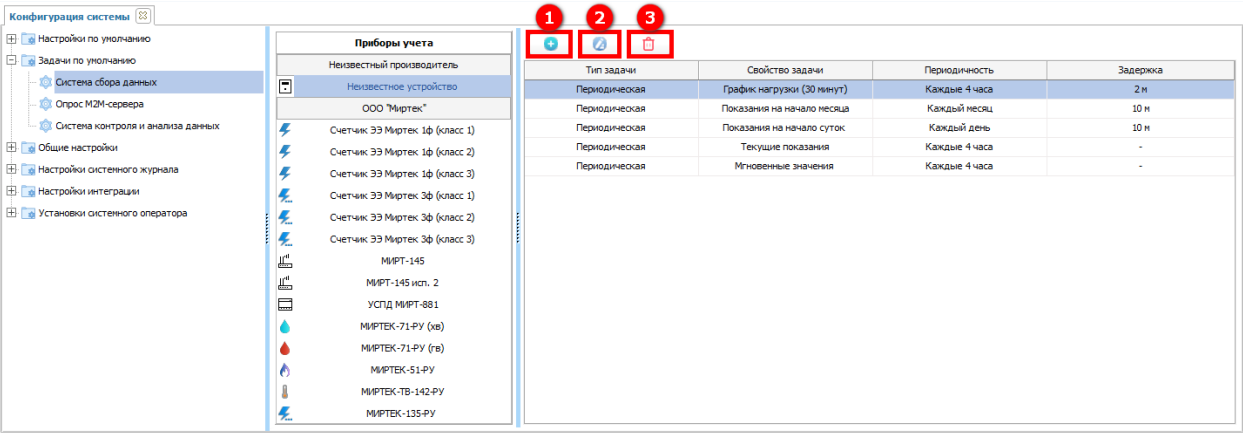

Рисунок 218 – Система сбора данных
RadioAccess 4 (РадиоАксесс 4) позволяет произвести предварительную установку задач по сбору данных к каждому типу приборов учета. При необходимости с помощью кнопок в верхнем левом углу окна можно редактировать список задач к устройству – добавлять новую задачу (1) (см. рисунок 218), изменять (2) или удалять ее (3).